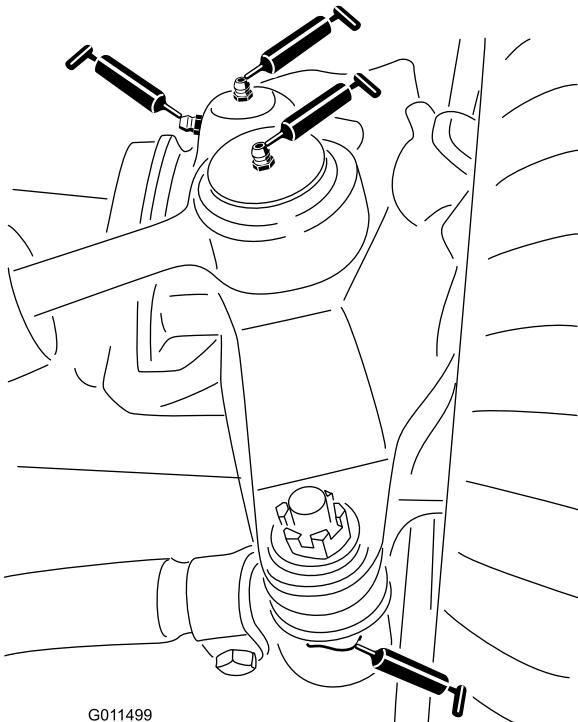

Figura 63
- 2 giunti a sfera del cilindro di sterzatura (Figura 63)
- 2 giunti a sfera del tirante (Figura 63)
- 2 boccole del perno del fuso a snodo (Figura 63).